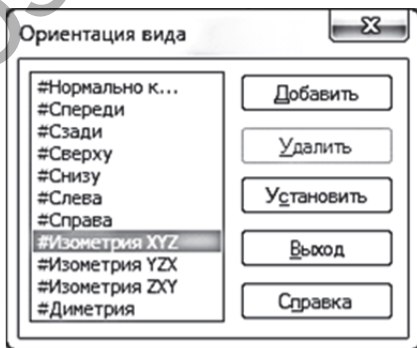

Рисунок 2.2
2. На панели «Вид» раскройте список «Ориентация» и укажите вариант «Изометрия XYZ» (рис. 2.2).